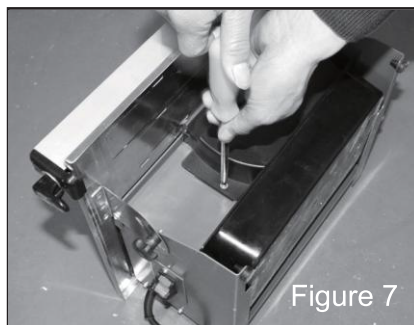

Figure 7
3. Retirez le protège-lame inférieur en retirant les vis de chaque côté du protège-lame inférieur (figure 7)